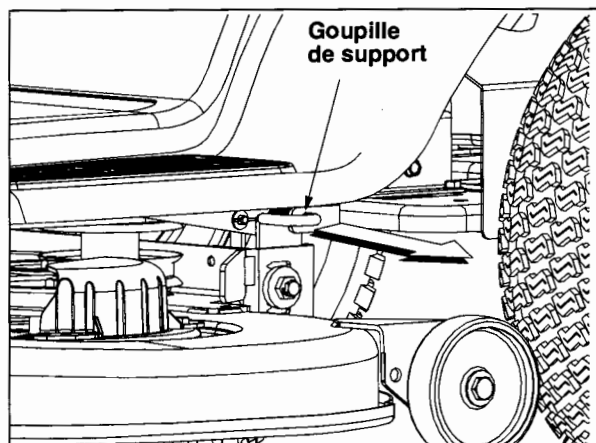

Figure 19
- Sortez la goupille de support du plateau pour dégager celui-ci de la tige de relevage du plateau de coupe. Voir la Figure 19.